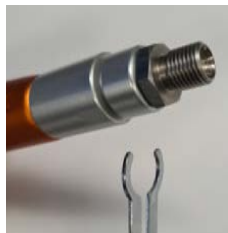

Fig.02
- 2.- Soltar o guarda-mão (fig.02).